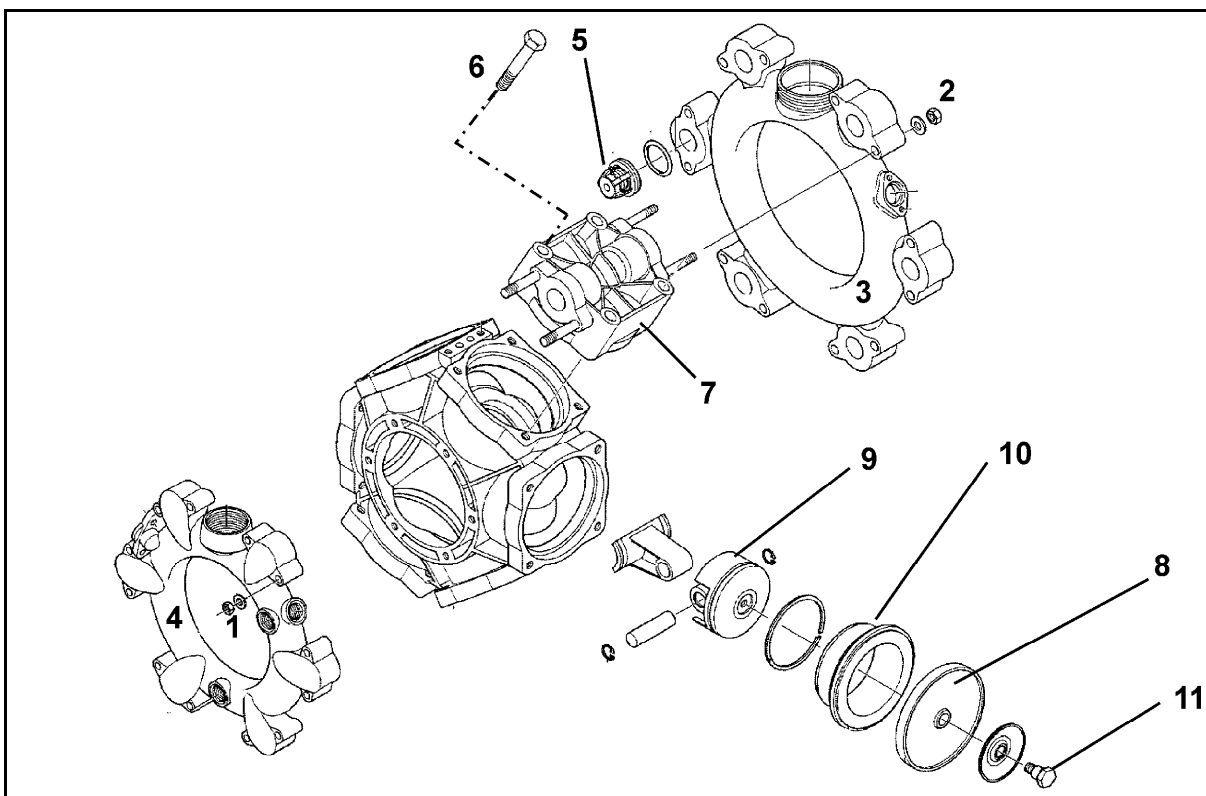

Fig. 183
- Überprüfen Sie die Kolbenmembrane (Fig. 183/8) mindestens einmal jährlich durch Demontage auf ihren einwandfreien Zustand.
- Achten Sie auf die jeweilige Einbaulage der saug- und druckseitigen Ventile, bevor Sie die Ventilgruppen (Fig. 183/5) herausnehmen.
- Tauschen Sie grundsätzlich alle Kolbenmembrane (Fig. 183/8) aus, auch wenn nur eine Kolbenmembrane gequollen, gebrochen oder porös ist.
2. Muttern (Fig. 183/1, 2) lösen.
3. Saug- und Druckkanal (Fig. 183/3 und Fig. 183/4) abnehmen.
4. Ventilgruppen (Fig. 183/5) herausnehmen.
5. Entfernen Sie die Schrauben (Fig. 183/6).
6. Nehmen Sie den Zylinderkopf (Fig. 183/7) ab.
7. Überprüfen Sie die Kolbenmembrane (Fig. 183/8).
Kontrollieren Sie von Zeit zu Zeit den Sitz des Schiebers (Fig. 183/7).
- Hierzu den Schieber so weit in den Düsenkörper (Fig. 183/2) einschieben, wie dies mit mäßiger Daumenkraft möglich ist.
1. Den Düsenfilter (Fig. 183/1) von unten in den Düsenkörper (Fig. 183/2) einsetzen.
2. Die Düse (Fig. 183/3) in die Bajonettmutter (Fig. 183/4) einlegen
3. Gummidichtung (Fig. 183/5) oberhalb der Düse einlegen.
Ablagerungen am Membransitz (Fig. 183/6) sind die Ursache für ein **nicht** nachtropffreies Abschalten der Düsen bei abgeschaltetem Gestänge. Dann die entsprechenden Membrane wie folgt reinigen:
1. Den Schieber (Fig. 183/7) aus dem Düsenkörper (Fig. 183/2) in Richtung Bajonettmutter herausziehen.
2. Das Federelement (Fig. 183/8) und die Membrane (Fig. 183/9) herausnehmen.
3. Den Membransitz (Fig. 183/6) reinigen.